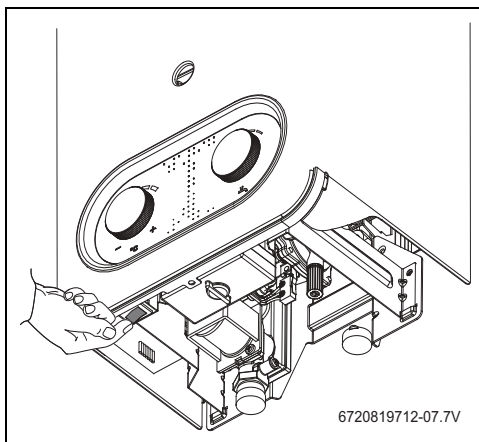

Fig. 7 Botón Encendido/apagado
- Colocar el interruptor principal (→ Fig. 7) en posición de funcionamiento.